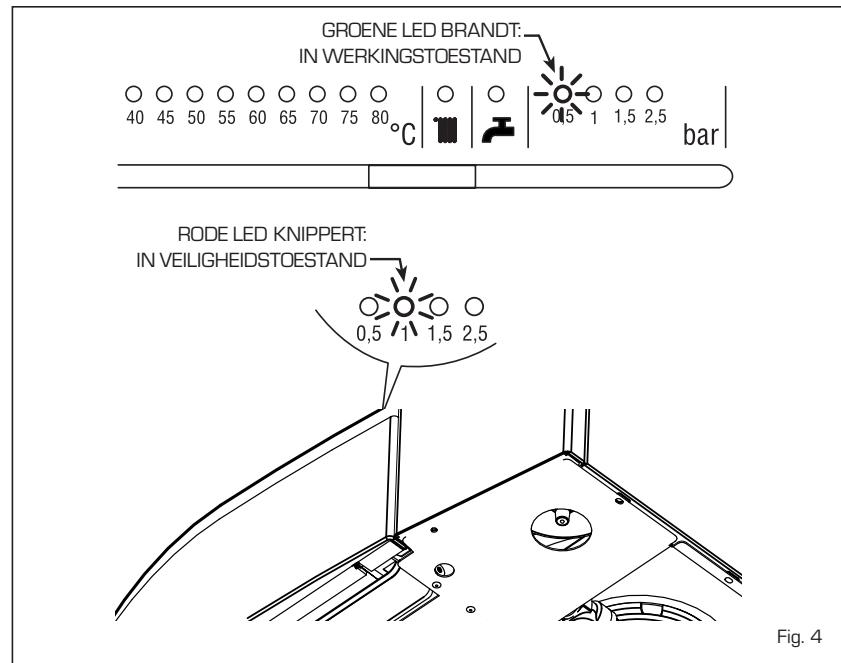

Fig. 4
- Onvoldoende waterdruk (fig. 4)